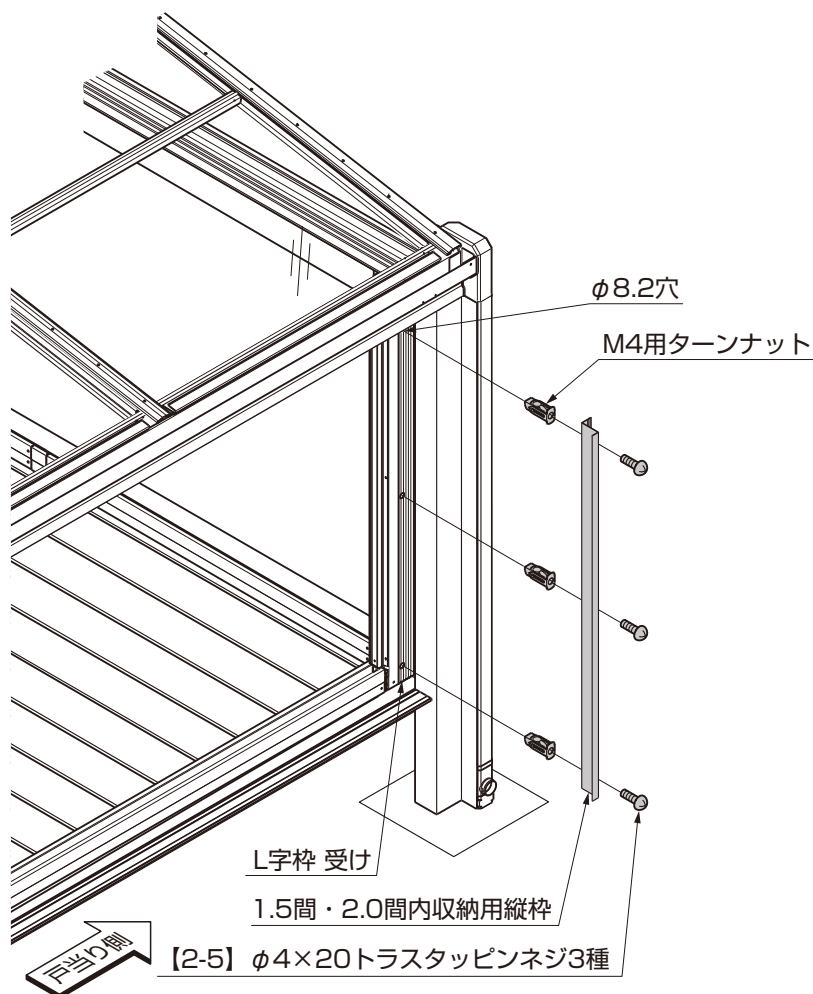

図2-14
- ① 1.5間・2.0間内収納用縦枠の固定位置を確認して、L字枠 受けにφ8.2の穴をあけてください。(図2-14参照)
- ② 戸当り側のL字枠 受けにあけた穴にM4用ターンナットを挿入し、1.5間・2.0間内収納用縦枠をL字枠 受けに【2-5】で取付けてください。